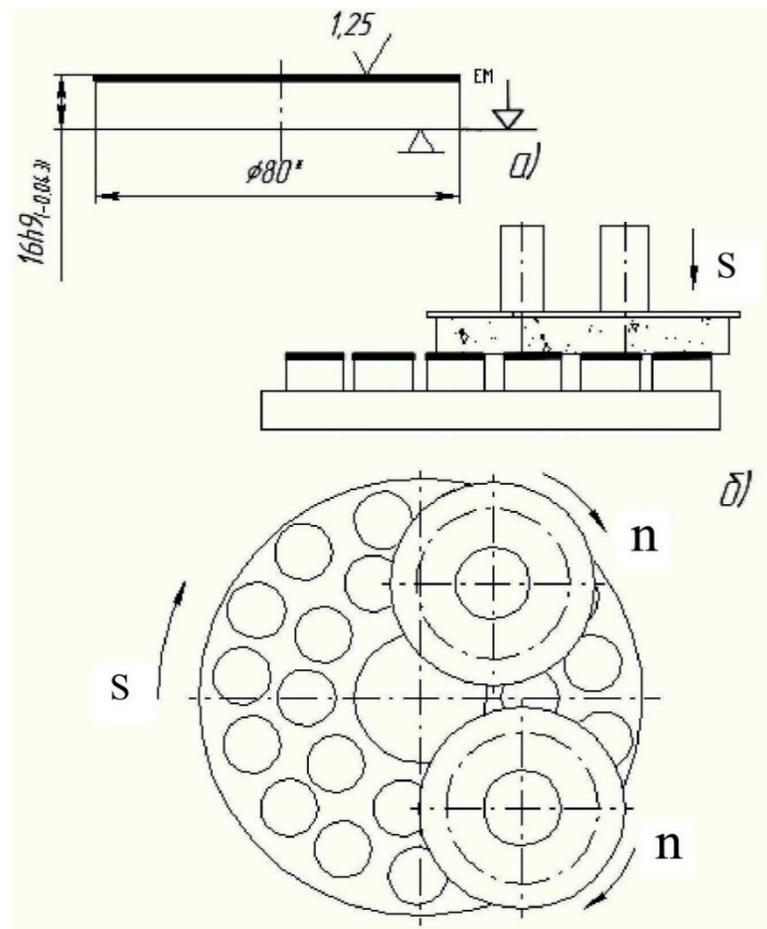

Рис.3 Схема обробки
**Приклад 3. Визначити норму штучного часу на операцію шліфування торця фланця (рис.3)**